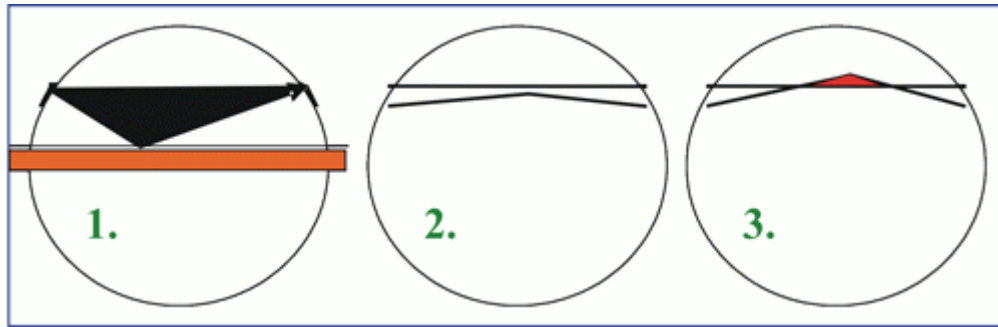

Abbildung 7 - Breite der Bruchleiste 1
2. Die Bruchleiste ist zu schmal geschnitten wird, aber vorne im Fallkerb nicht beschädigt (siehe Abbildung 7 - Nr. 3). Hier werden keine Fehlerpunkte vergeben, wenn die Werte am Rande der Bruchleiste stimmen.